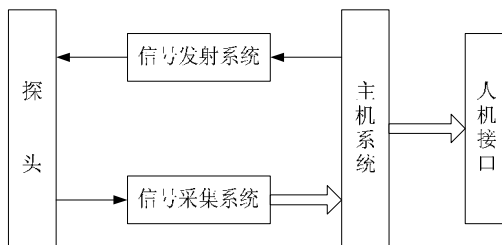

图 1-1 KON-RBL (D) 工作原理框图
KON-RBL (D) 由主机系统、信号发射系统、信号采集系统、探头以及人机接口等五大部分组成，如图 1-1 所示。信号发射系统在主机的控制下，产生一定频率的激励信号激励探头，探头感应被测钢筋，输出的信号经信号采集系统转换为数字信号，送入主机系统进行处理，判定钢筋的位置和保护层厚度以及钢筋的直径。